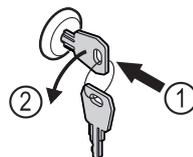

Fig. 161
- ▶ Introducir la llave. Fig. 161 (1)
- ▶ Girar la llave 90° en sentido antihorario. Fig. 161 (2)